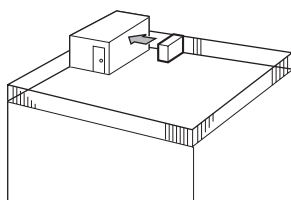
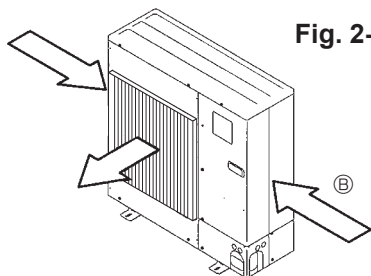

Fig. 2-3
Fig. 2-5
- ① Positionner la sortie d'air vers le mur le plus proche et à environ 50 cm, 19-11/16 inch de celui-ci. (Fig. 2-3)
- ② Installer un guidage d'air et un guidage de sortie d'air en option si l'appareil a été placé à un endroit où les vents violents d'un typhon, etc. peuvent directement s'engouffrer dans la sortie d'air.
- ③ Placer l'appareil de sorte que la sortie d'air souffle dans la direction perpendiculaire à celle des vents saisonniers, si celle-ci est connue. (Fig. 2-5)